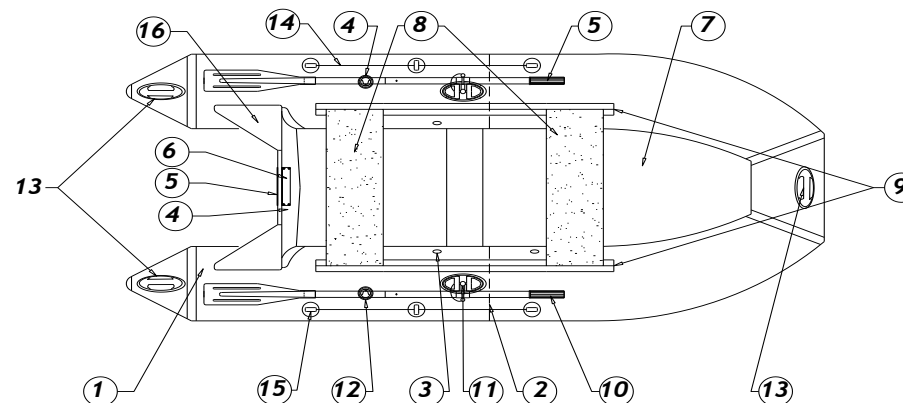

Рис. 1
Лодка надувная (см. рис.1) представляет из себя баллон U-образной формы (1), собранный из ткани ПВХ. Баллон ЛОДКИ разделён на три герметичных отсека с помощью воздухонепроницаемых эластичных мембран (2). Для подачи и выпуска воздуха на каждом отсеке баллона установлен воздушный клапан (3).